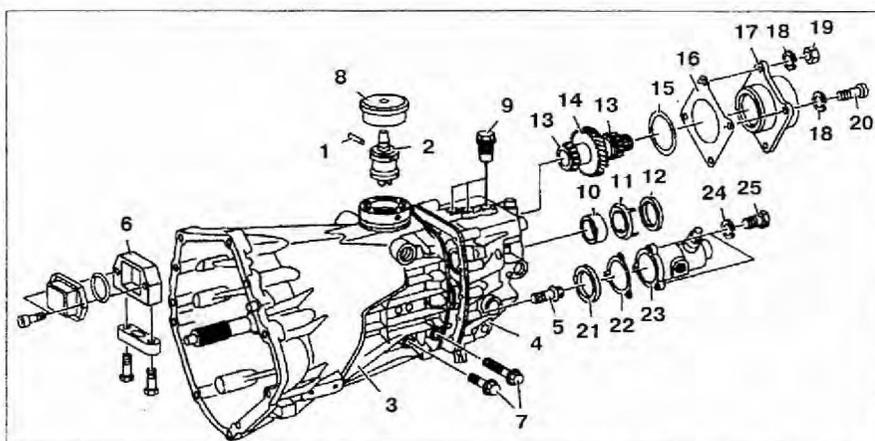

Рис. 4.6. Корпус коробки передач:
2. Снимите защитную крышку **8** (рис. 4.6).